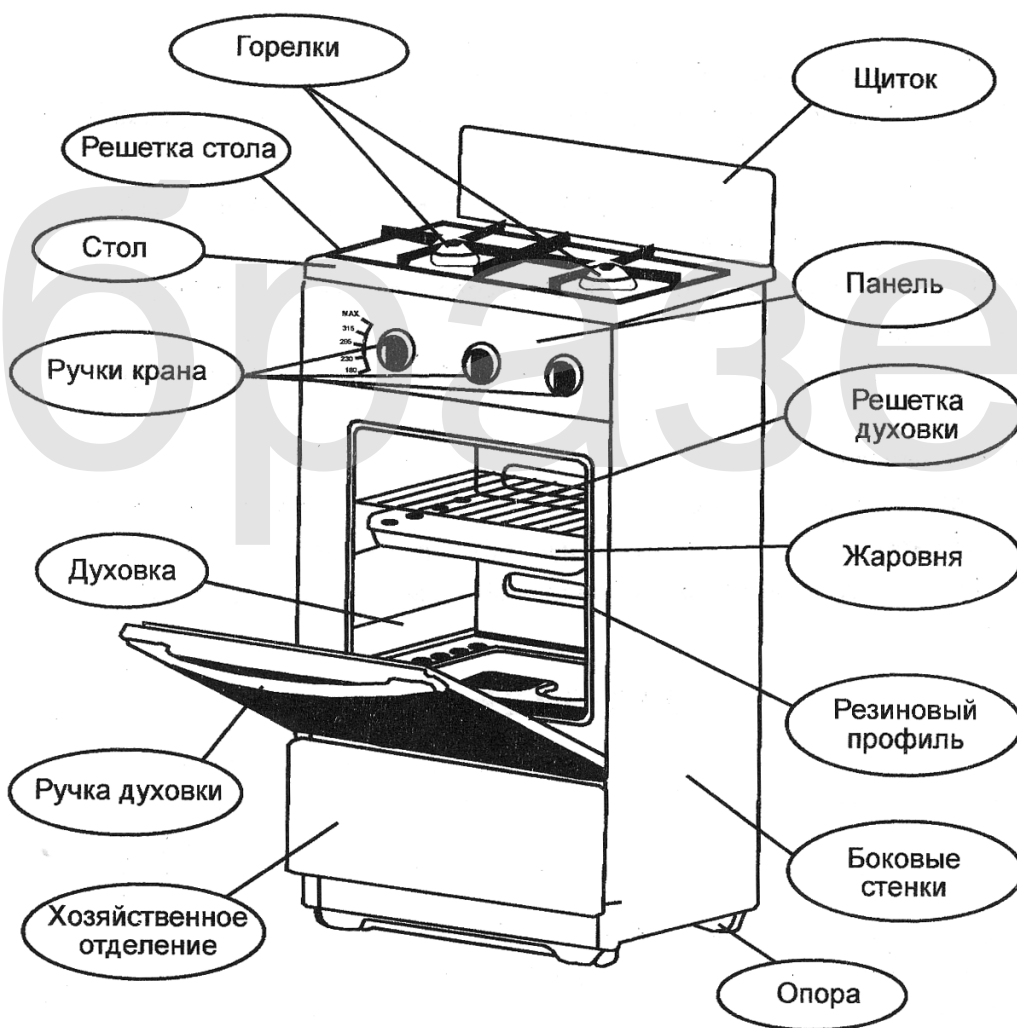

Рис. 1.
5.1. Общий вид плиты с указанием основных частей показан на рис.1.